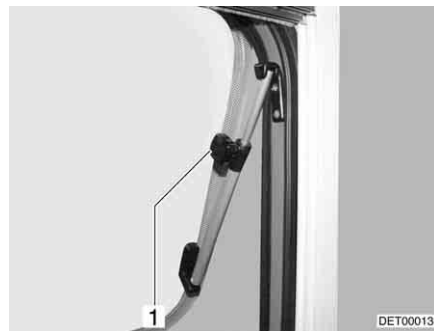

Fig. 70 Finestra apribile con deflettore a rotazione
- Aprire la finestra apribile fino alla posizione desiderata e fissarla mediante il pomello zigrinato (Fig. 70,1).
- Ruotare il pomello zigrinato (Fig. 70,1) fino a che l'arresto viene sbloccato.